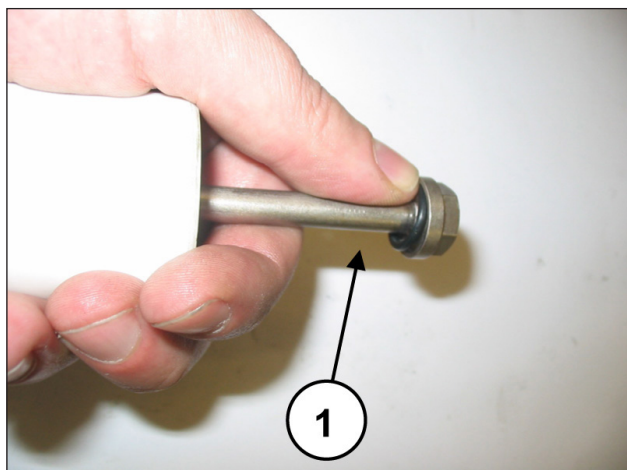

Fig. 46
Ad ogni smontaggio tutti gli O-ring del gruppo pistone dovranno essere sostituiti (Fig. 46, pos. ①).